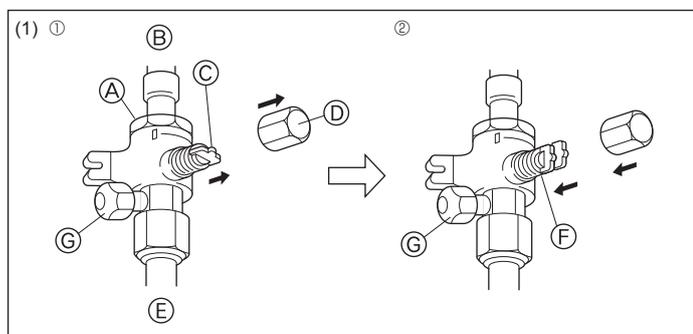
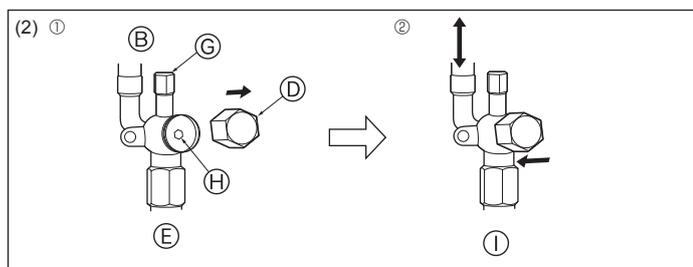

Fig. 4-12
Fig. 4-13
- (1) Lado do gás (Fig. 4-12)
- ① Remova a cápsula, puxe a alavanca na sua direcção e gire 1/4 de volta no sentido contrário aos ponteiros do relógio para abrir.
- ② Certifique-se de que a válvula de paragem esteja completamente aberta, empurre a alavanca e gire a cápsula de volta à sua posição original.
- (2) Lado do líquido (Fig. 4-13)
- ① Retire a tampa e rode a válvula para a esquerda o máximo que puder com uma chave sextavada de 4 mm. Pare de rodar quando esta alcançar o batente. (ø6,35: Aproximadamente 4,5 rotações) (ø9,52: Aproximadamente 10 rotações)